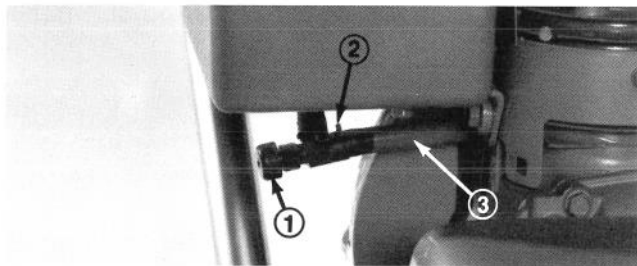

Abb. 23
1. Benzinhahn unten am Motor schliessen (Abb. 23).
3. Die Klammer, welche die Benzinleitung auf dem Hahn festhält, lösen und die Leitung vom Hahn heruntergleiten (Abb. 23).